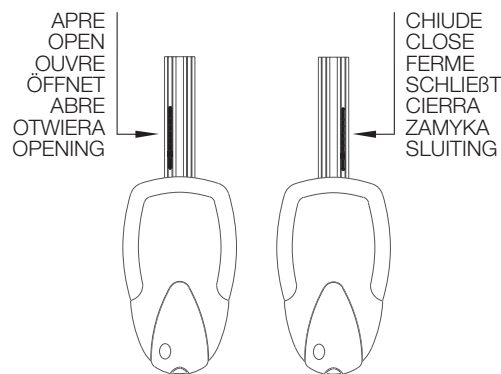

Abbildung 25
- Nun müssen die Endschalerschlitzen eingestellt werden, wie auf Abb. 25 gezeigt.